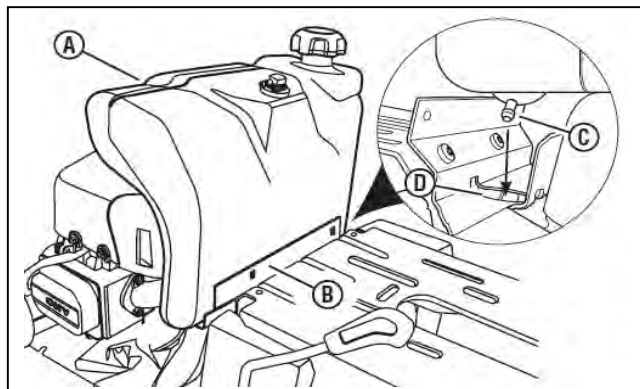

図 1-5
- A. 燃料タンク(図 1-5 の A)を燃料タンクブラケット(B)にぱちんとはまるよう押し込みます。